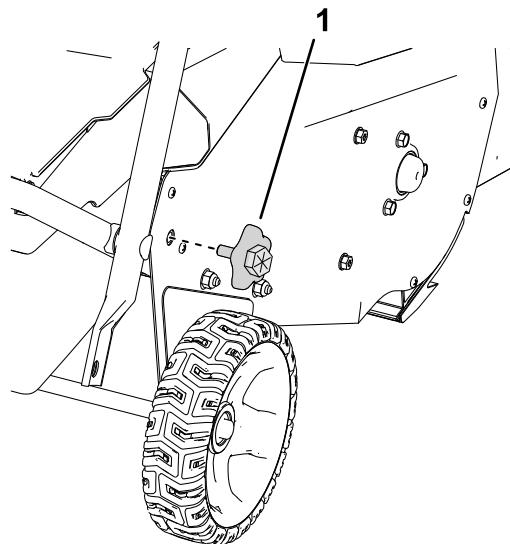

Рисунок 4
- Снимите нижние маховички рукоятки с обеих сторон машины (Рисунок 4).